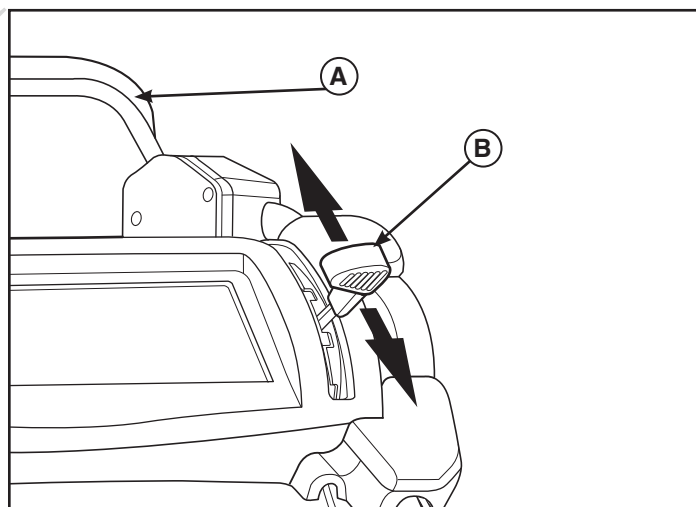

Figura 6
1. Levante la barra de control de propulsión (**A**, Figura 6) arriba contra el mango para acoplar el sistema de propulsión de las ruedas traseras.